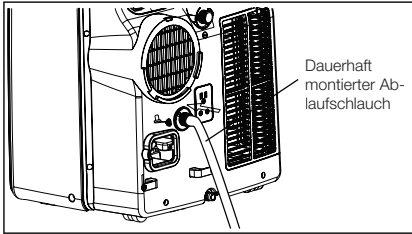

Abb. 26
- Im Heizmodus müssen Sie einen Ablaufschlauch an der Rückseite des Geräts anschließen, wie in Abb. 26 dargestellt.